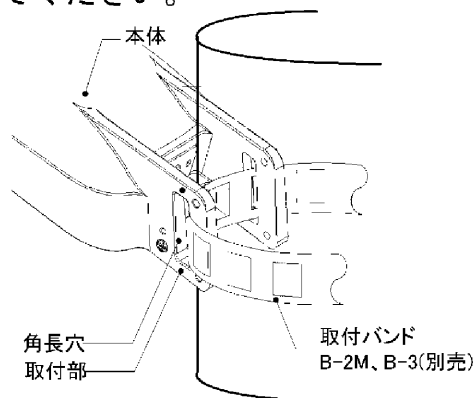

図1 コンクリート柱・鋼管の場合
■図1 コンクリート柱に取り付ける場合
■図1 鋼管柱に取り付ける場合